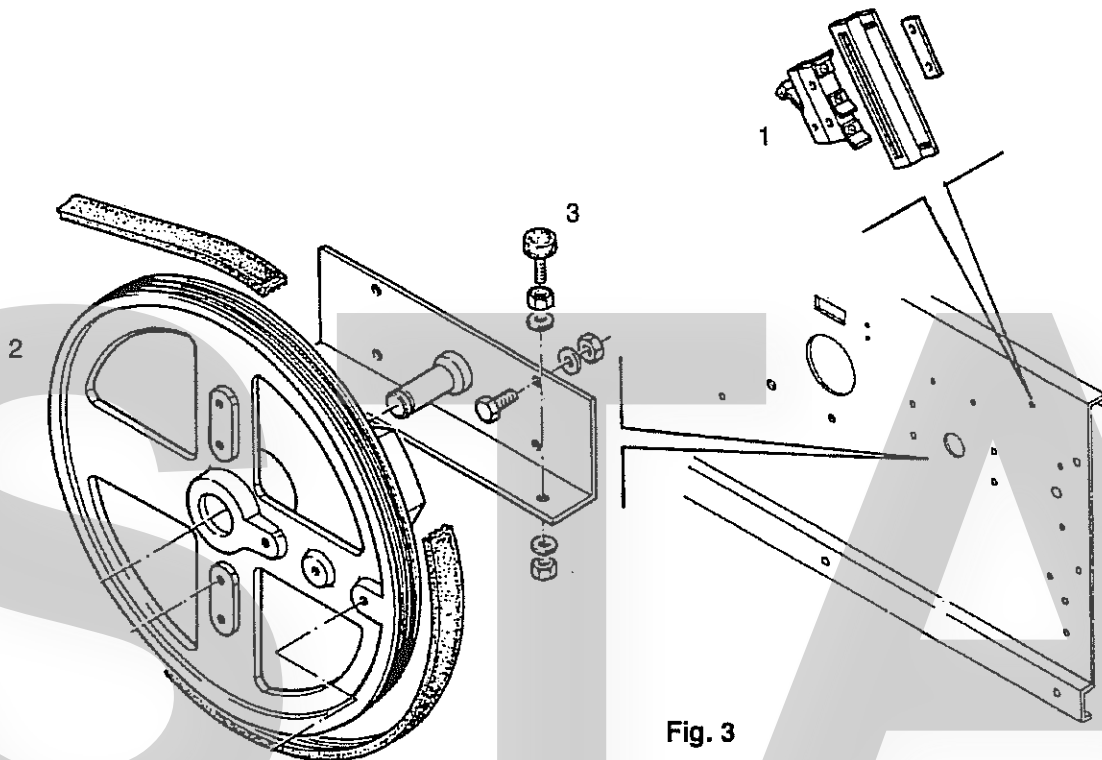

Fig. 3
c) Les contact de fin de course (1 fig. 3) en fermeture et ouverture, se règlent en anticipant ou retardant leur intervention sur les cames de la poulie de commande (2 fig. 3).
Pour un bon fonctionnement il est nécessaire qu'avec l'intervention du microcontact le bras s'arrête en position horizontale et avant que les guichets de la poulie s'appuient sur les tampons d'arrêt (3 fig. 3).